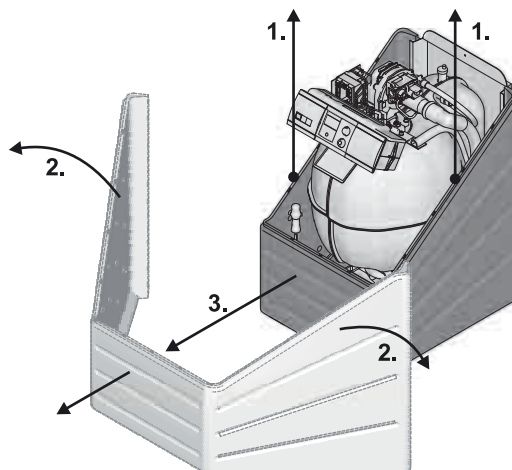

Figura 9-2 Rimuovere la copertura della caldaia
- Sollevare e rimuovere la copertura della caldaia (vedi figura 9-2).